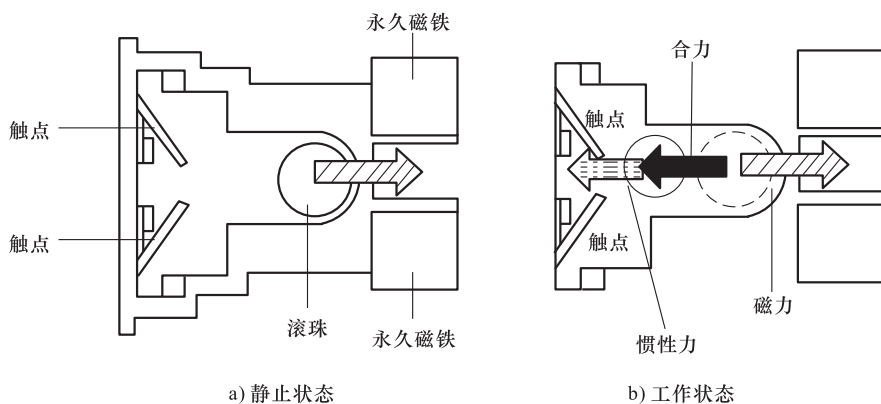

图 7-13 滚珠式碰撞传感器的工作原理
(2) 工作原理 滚珠式碰撞传感器的工作原理如图 7-13 所示。